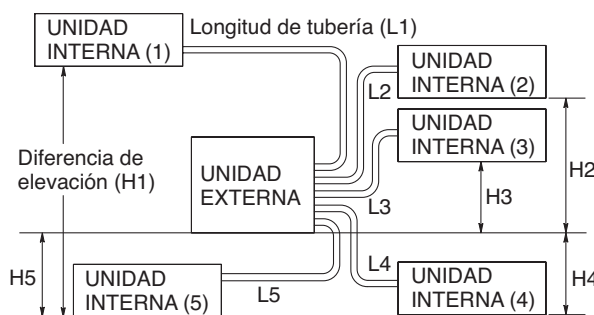

**Fig. 1**
- La selección de un lugar en que las tuberías y la manguera de drenaje tengan el recorrido más corto al exterior. (Fig. 1)